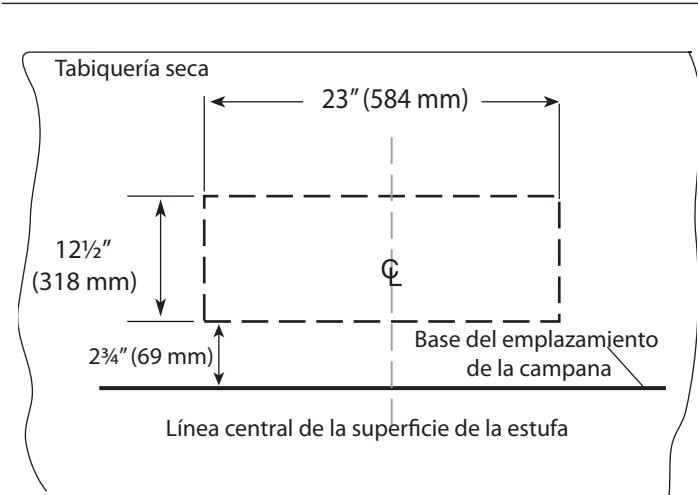

Figura 9: Dimensiones de la abertura
Orientación de la salida: Para una salida horizontal, se debe hacer una abertura semejante a la ilustrada en la *Figura 9* en la pared para dejar espacio al racor. La altura de montaje de la campana determina la ubicación de la abertura.
4. Para una salida horizontal, use la *Figura 9 en la página 10* para saber la forma de la abertura necesaria para que pase el racor.